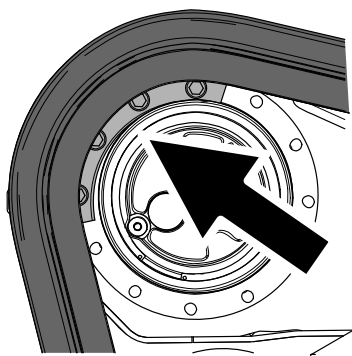

Figura 69
5. Mueva el control de tracción hacia adelante hasta que el segmento del piñón de arrastre se engrane en la oruga (Figura 69).
10. Aplique fijador de roscas a los pernos de otro de los segmentos del piñón de arrastre que retiró e instale el segmento del piñón (Figura 69). Apriete los pernos a 247–301 N·m (182–222 pies-libra).